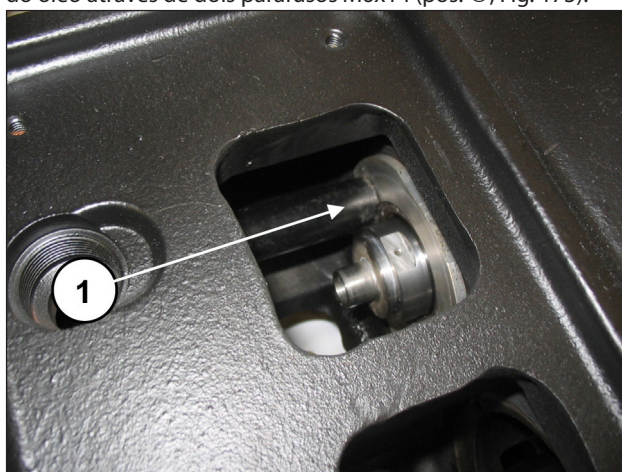
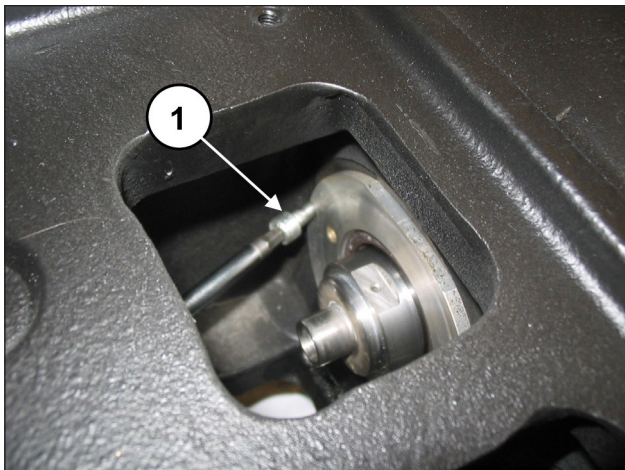

Fig. 172
Fig. 173
Certifique-se de que a cobertura entre completamente no local (pos. ①, Fig. 172), prestando atenção para não danificar a borda da vedação do óleo. Aperte as coberturas da vedação do óleo através de dois parafusos M6x14 (pos. ①, Fig. 173).